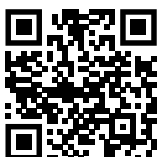

Fig. 131
- Ouvrez le Liebherr SmartMonitoring Dashboard. (voir Fig. 131) .